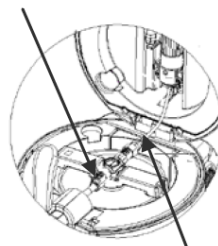

Figuur 10
2. oprecht richt de piercing pin tegen de kit op de bovenste midden van het fust (misschien moet je af te rukken van de markering ring of wijzigen van een juiste kit), drukt u op de piercing pin / vaatje lifter aan de kit porren en duw de piercing pin allemaal onder te dompelen in het fust snel. Om de kraan mechanisme assembleren totdat u een "Ka" geluid dat de kraan mechanisme fixes op de bierfust zal aangeven horen. (Toon als figuur 10)